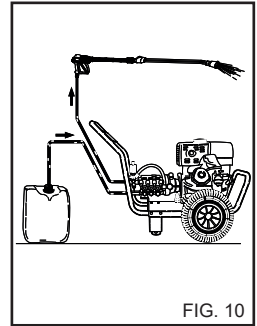

FIG. 10
1) После использования моющего средства промойте водный контур высокого давления. Поместите шланг подачи моющего средства (рис. 10) в бак с чистой водой, включите насос на минуту при полностью открытом кране моющего раствора.
4) После использования моющего средства, промойте контур воды высокого давления. Поместите шланг подачи моющего средства (рис. 10) в бак с чистой водой, включите насос на минуту при полностью открытом регуляторе моющего раствора.